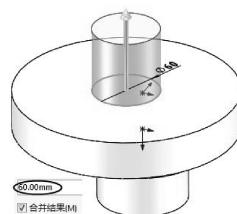

图 3-25 创建拉伸特征 2
- 设置拉伸深度为 60，完成特征的创建，如图 3-25 所示。